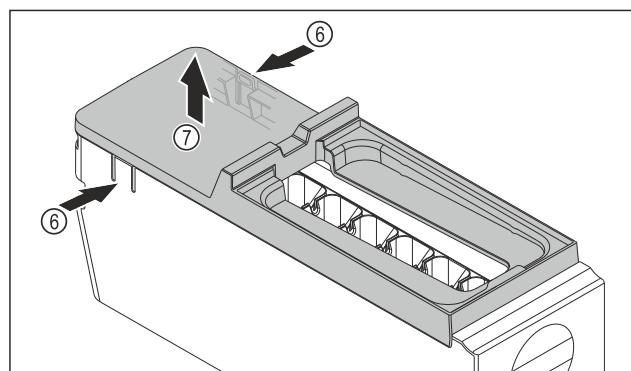

Fig. 113
- Снимите крышку корпуса EasyTwist-Ice: Надавите рукой на накладки Fig. 113 (6) с обеих сторон корпуса EasyTwist-Ice.
- Другой рукой снимите крышку Fig. 113 (7) по направлению вверх.